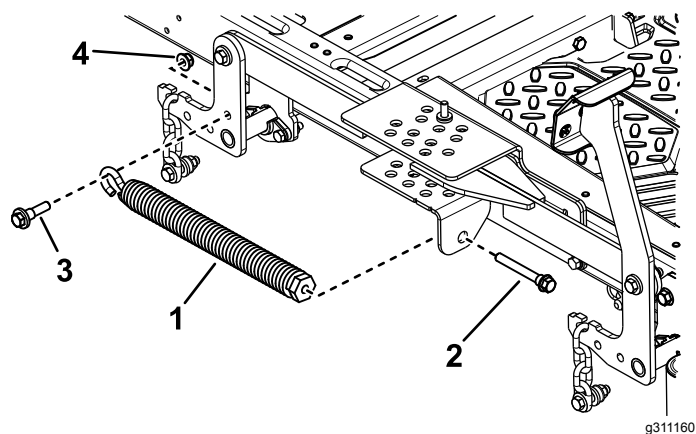

Figura 1
2. Inserite il bullone di spallamento corto e il dado sulla leva di sollevamento del piatto (Figura 1). Serrate a una coppia compresa tra 37 e 45 N·m.
3. Posizionate l'estremità a gancio della molla a trazione sopra il bullone di spallamento (Figura 1).
4. Inserite il bullone di spallamento lungo attraverso la piastra dell'altezza di taglio e nella molla a trazione (Figura 1).